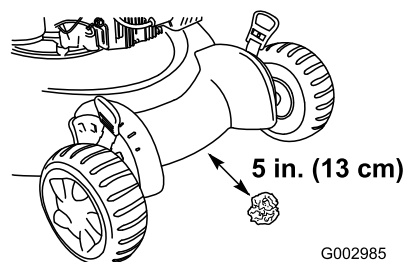

Figure 28
4. Placez la boule de papier journal à 13 cm (5 po) devant la tondeuse (Figure 28).